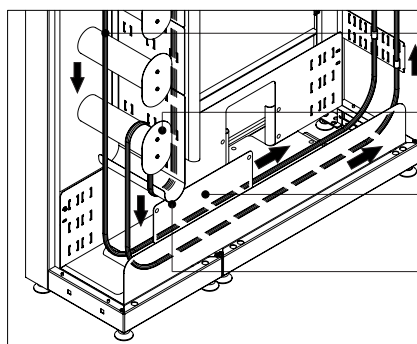

Figura 10C
5. Encaminhe os cordões passando pelos tubos guia (item 3) até a guia inferior de cabos (item 4), utilize a placa divisória inferior (item 5) para organizar e separar os cordões (veja figura 10C).